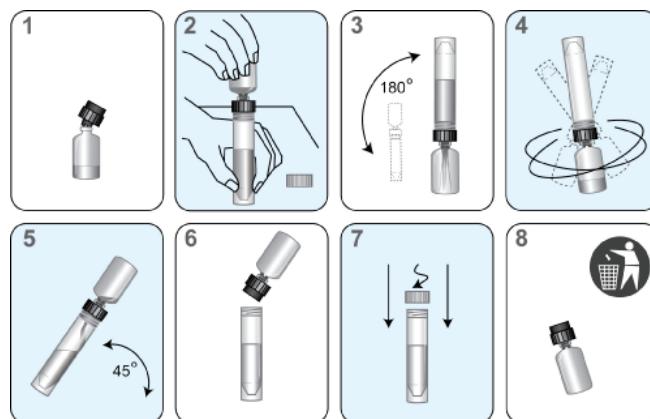

Figura 2. Processo di ricostituzione per il TIGRIS DTS System o il PANTHER System
- c. Aprire la fiala del reagente liofilizzato e inserire con fermezza l'estremità indentata del collare di ricostituzione nell'apertura della fiala (Figura 2, fase 1).
- e. Tenendo il flacone della soluzione di ricostituzione sul banco, inserire con fermezza l'altra estremità del collare di ricostituzione nell'apertura del flacone (Figura 2, fase 2).
- f. Capovolgere lentamente i flaconi assemblati. Attendere che la soluzione scenda dal flacone alla fiala di vetro (Figura 2, fase 3).
- g. Agitare ruotando delicatamente la soluzione nel flacone per miscelarla. Evitare la formazione di schiuma mentre si agita il flacone (Figura 2, fase 4).
- h. Attendere che il reagente liofilizzato passi in soluzione, quindi capovolgere di nuovo i due flaconi assemblati, inclinandoli ad un angolo di 45° per ridurre al minimo la formazione di schiuma (Figura 2, fase 5). Lasciar ridiscendere tutto il liquido nel flacone di plastica.
- i. Rimuovere il collare di ricostituzione e la fiala di vetro (Figura 2, fase 6).
- j. Tappare il flacone di plastica. Annotare sull'etichetta le iniziali dell'operatore e la data di ricostituzione (Figura 2, fase 7).
- k. Gettare il collare di ricostituzione e la fiala di vetro (Figura 2, fase 8).